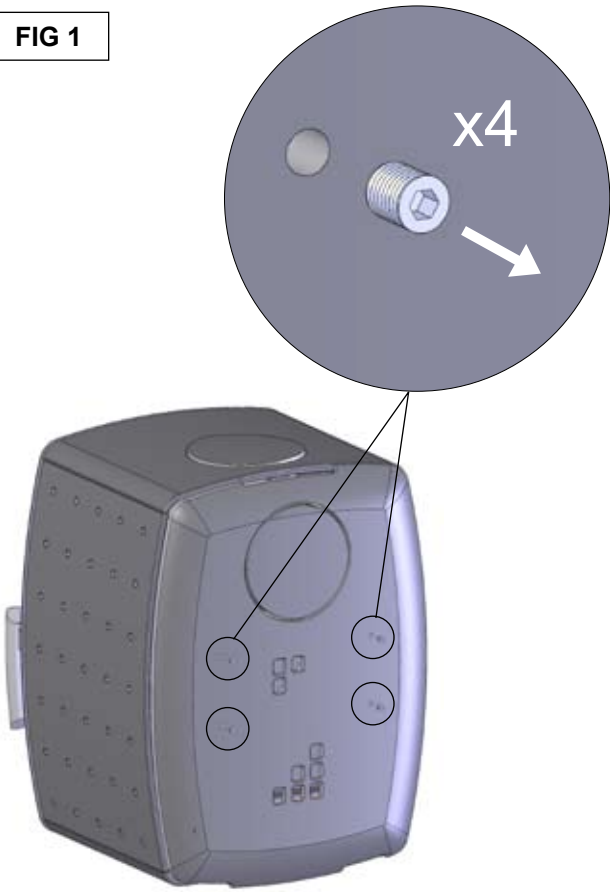

FIG 2
Bruk pallen ovnen blir levert på, pluss pappen rundt som underlag når ovnen legges ned. Thermotten kan fjernes (FIG 2 i brukerveiledningen for Smarty) for å gjøre ovnen lettere. Hvis Thermotten ikke fjernes må transportisolasjonen sitte på plass før ovnen legges ned, slik at Thermotteplatene ikke faller ned og knekker.
- FIG 2: Legg ovnen med fronten ned og skru fast braketten med 16 mm skruer. Husk skiver mellom ovn og brakett. Du kan selv justere høyden ved å bore nye hull i rørene. **Ovnen må ikke plasseres nærmere gulvet enn 30 cm.**
When laying down the stove, use the pallet and the cardboard it was delivered with as a protective base. In order to make the stove lighter, the Thermotte® plates can be removed (FIG 2 in the main assembly instructions). In case the Thermotte® plates are not removed, the protective transportation insulation must not be removed, to ensure that the plates do not fall down and break.
- FIG 2: Put the stove face down and fasten the brackets with 16 mm screws. Remember plates between the stove and the brackets. You can adjust the height by drilling new holes in the rails. **The stove must not be placed closer to the floor than 30 cm.**
Bruk pallen ovnen leveres på, samt pappet som underlag når ovnen lægges ned. Thermotten kan fjernes (FIG 2) for at gøre ovnen lettere. Hvis Thermotten ikke fjernes skal transportisolationen sidde på plads før ovnen lægges ned, så Thermotteplatene ikke falder ned og knækker. **Ovnen skal løftes op fra liggende stilling. Ikke tippes da dette skader railsen.**
- FIG 2: Læg ovnen med fronten ned og skru beslaget fast med 16 mm skruer. Husk skiver mellem ovn og beslag. Du kan selv justere højden ved at bore nye hul i rørene. **Ovnen må ikke placeres nærmere gulvet en 30 cm.**
Använd pallen kaminen levereras på, plus kartong som bas när kaminen läggs ner. Thermotte® plattorna kan tas bort (FIG 2 i monteringsanvisningen till Smarty) för att göra kaminen lättare. Om Thermotte® plattorna inte tas bort så måste transport isoleringen vara på plats innan kaminen läggs ner, så att plattorna inte faller ner och bryts.
- FIG 2: Placera kaminen med framsidan nedåt och fäst konsolen med 16 mm skruvar. Kom ihåg skivor mellan kaminen och konsolen. Du kan själv justera höjden genom att borra nya hål i rören. Kaminen får inte placeras närmare golvet än 30 cm.
Beim Legen des Ofens auf den Boden verwenden Sie als Schutz die Pappdeckelverpackung, in welcher der Ofen geliefert wurde. Um den Ofen leichter zu machen, entnehmen Sie die Thermotte®-platten. (FIG 2 in der großen Smarty-Montageanleitung) Falls Sie die Thermotte®-platten nicht entfernen, darf ihr Transportschutz nicht entfernt werden, damit die Platten nicht herunterfallen und brechen!
- FIG 2: Legen Sie den Ofen mit dem Glas nach unten auf eine dafür geeignete Unterlage und befestigen Sie die Ofenhalterung mit 8 mm Schrauben. Verwenden Sie die Unterlegscheiben zwischen Ofen und Ofenhalterung.
Afin d'alléger le poêle, les plaques de Thermotte® peuvent être enlevées (FIG 2 dans les instructions d'assemblage principales). Dans le cas où les plaques de Thermotte® ne seraient pas enlevées, assurez-vous que le matériel d'emballage pour protéger pendant le transport est mis à l'intérieur du poêle avant de le manipuler, de sorte que les plaques de Thermotte® ne tombent pas et ne se cassent pas. **Ne pas incliner! les jambes peuvent être endommagées.**
- FIG 2: Maintenez le poêle face vitre vers vous et attachez les fixations avec des vis de 16 millimètres. N'oubliez pas les rondelles entre le poêle et les fixations. vous pouvez percer des trous dans les rails afin de personnaliser la hauteur du poêle, **mais celui ci doit toujours être à une distance d'au moins 30 cm d'un matériau inflammable ou du sol.**
Mettere la stufa di lato con precauzione, usare il pallet ed il cartone con cui è stata consegnata come base protettiva. Per alleggerire la stufa si possono smontare le piastre di Thermotte® (FIG 2 nelle istruzioni principali). Nel caso in cui le piastre di Thermotte® non siano rimosse, la protezione per il trasporto non deve essere tolta, altrimenti le lastre di Thermotte® possono cadere e rompersi.
- FIG 2: Appoggiare la stufa sul lato frontale e fissare le staffe con le viti da 16 millimetri. Ricordarsi di inserire le rondelle fra la stufa e le staffe. È possibile regolare l'altezza facendo nuovi fori nelle barre. **La stufa non deve essere a meno di 30 cm dal pavimento.**